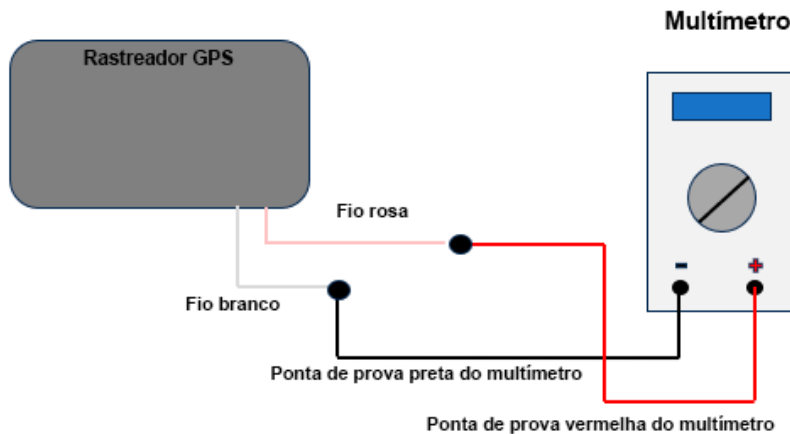

Fig.8 Connection Diagram
2. Monte o circuito de conexão de acordo com o "Diagrama de Conexão da Fig. 8".